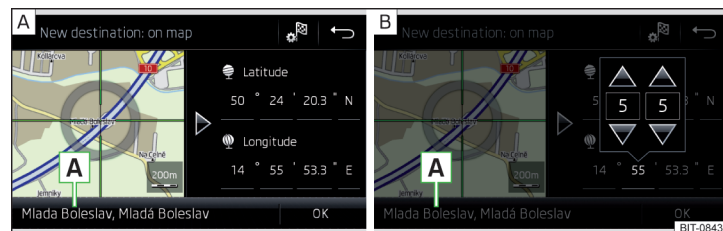

Fig. 167 Introducerea destinației: prin intermediul punctului de pe hartă/cu ajutorul coordonatelor GPS
- ▶ Prin atingerea ecranului, deplasați destinația dorită în punctul de intersecție al liniilor » fig. 167 - **[A]**.
- ▶ Atingeți și setați pe rând, valorile coordonatelor GPS » fig. 167 - **[B]**.
Dacă în datele de navigație ale Infotainment sunt disponibile informații despre punct, acestea sunt afișate în locul coordonatelor GPS (de exemplu adresa **[A]** » fig. 167).